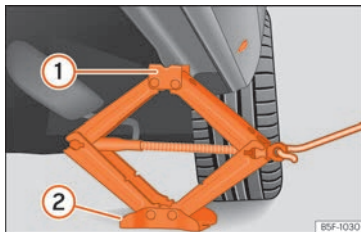

Abb. 40 Längsholm: Wagenheber ansetzen.
- Drehen Sie die Kurbel des unter dem Aufnahmeplatz des Längsträgers befindlichen Wagenhebers*, bis sich die Nase **1** » » **Abb. 40** unter der vorgesehenen Einföhrung befindet.